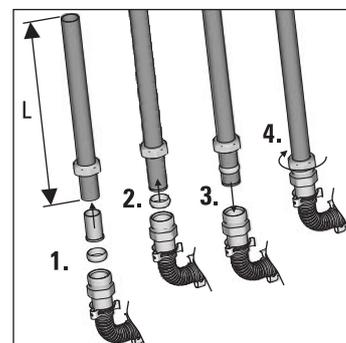

Fig. 3-46 Étape 5
5. Raccordez les conduites de liaison à l'aide des bagues filetées de sertissage des raccords à collerette (fig. 3-46).